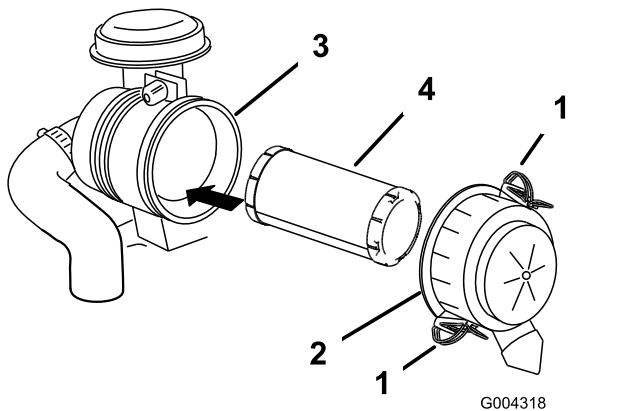

Figura 38
3. Eliberați elementele de fixare ale filtrului de aer și îndepărtați capacul filtrului de aer (Figura 38).
5. Glisați ușor filtrul din corpul filtrului de aer (Figura 38).